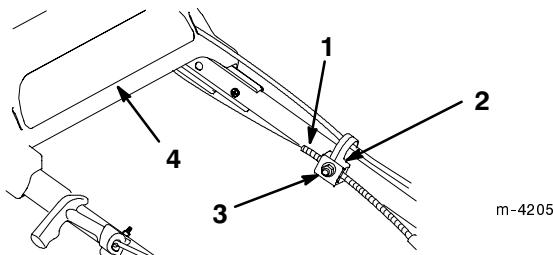

Figure 72
2. Desserrez l'écrou du support de guidage du câble (Fig. 72).
4. Repoussez la partie supérieure du mancheron le plus loin possible en arrière, appuyez sur le support d'entraînement et abaissez la gaine du câble (vers la tondeuse) pour éliminer le mou du câble (Fig. 72).
5. Serrez l'écrou du support de guidage du câble (Fig. 72).